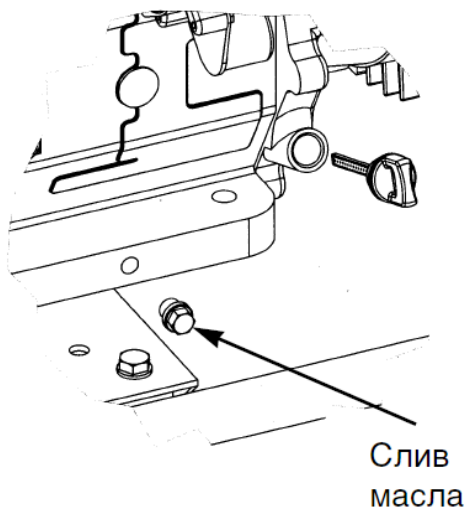

Рис. 5
1. Вывинтить щуп-пробку из горловины картера, см. также рис. 5. Опустить в горловину сухой, чистый щуп и вытащить его – край смоченной маслом области должен располагаться между отметками минимального и максимального допустимого уровней.